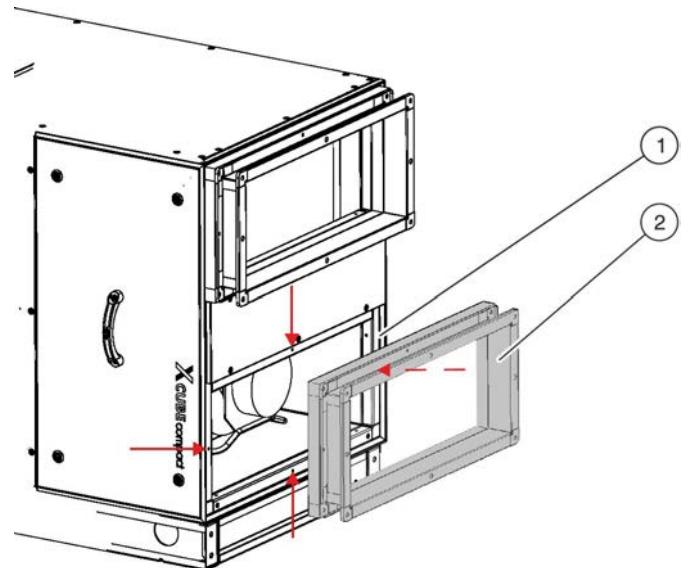

Fig. 18: Installation des connecteurs d'insonorisation
- ▶ Visser fermement le connecteur d'insonorisation (Voir la Fig. 18/2) sur le cadre de la centrale de traitement d'air (Voir la Fig. 18/1) à l'aide des quatre vis à 6 pans (M6×50).
Si la centrale de traitement d'air est commandée avec un module à accessoire, le raccordement soufflage (Voir la Fig. 18/2) est déjà vissé du côté soufflage d'air du module à accessoire.